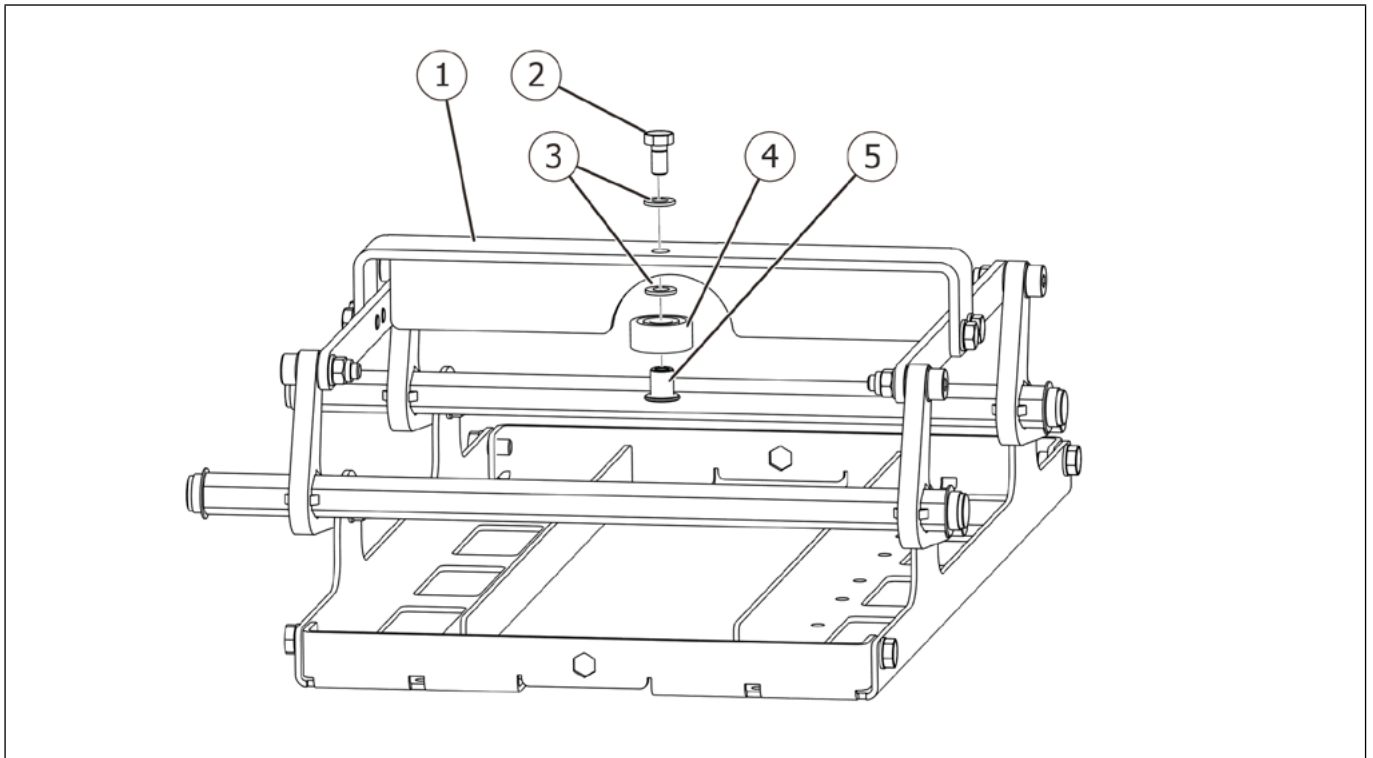

Fig. 15
1. Desserrer la vis à tête hexagonale (Fig. 15/2) sur la traverse (Fig. 15/1) tout en protégeant le support de palier (Fig. 15/5) et le roulement à billes (Fig. 15/4) pour éviter qu'ils ne tombent.
2. Retirer la vis à tête hexagonale de la traverse avec le support de palier, le roulement à billes et les rondelles (Fig. 15/3).
3. Insérer la vis à tête hexagonale (Fig. 15/2) avec la rondelle (Fig. 15/3) dans le trou de la traverse (Fig. 15/1).
4. Placer le nouveau roulement à billes (Fig. 15/4) sur le support de roulement (Fig. 15/5) et le placer avec la rondelle (Fig. 15/3) sur la vis à tête hexagonale (Fig. 15/2), puis serrer la vis à tête hexagonale.